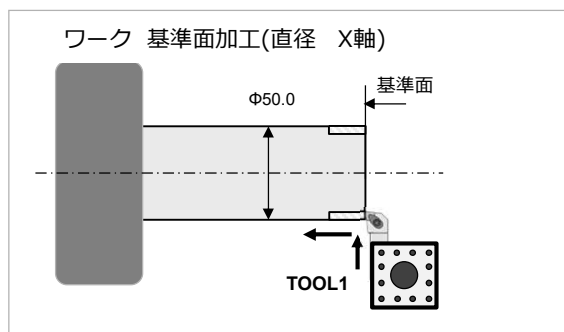

図 3
4. 次にX軸の基準(オフセット値)を設定します。X軸方向にワークの切削送りをします(図3)。